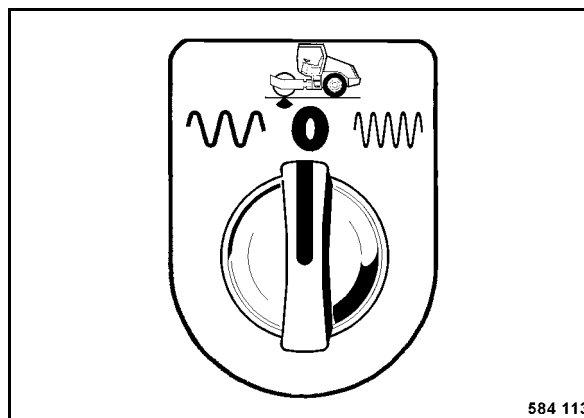

Fig. 32
- Colocar el interruptor selector de vibración (Fig. 32) en posición "0", vibración desconectada.